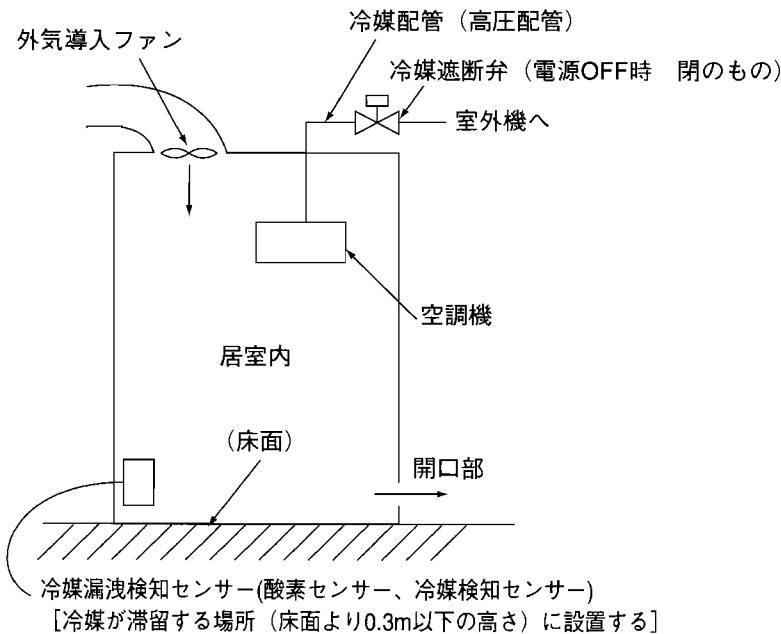
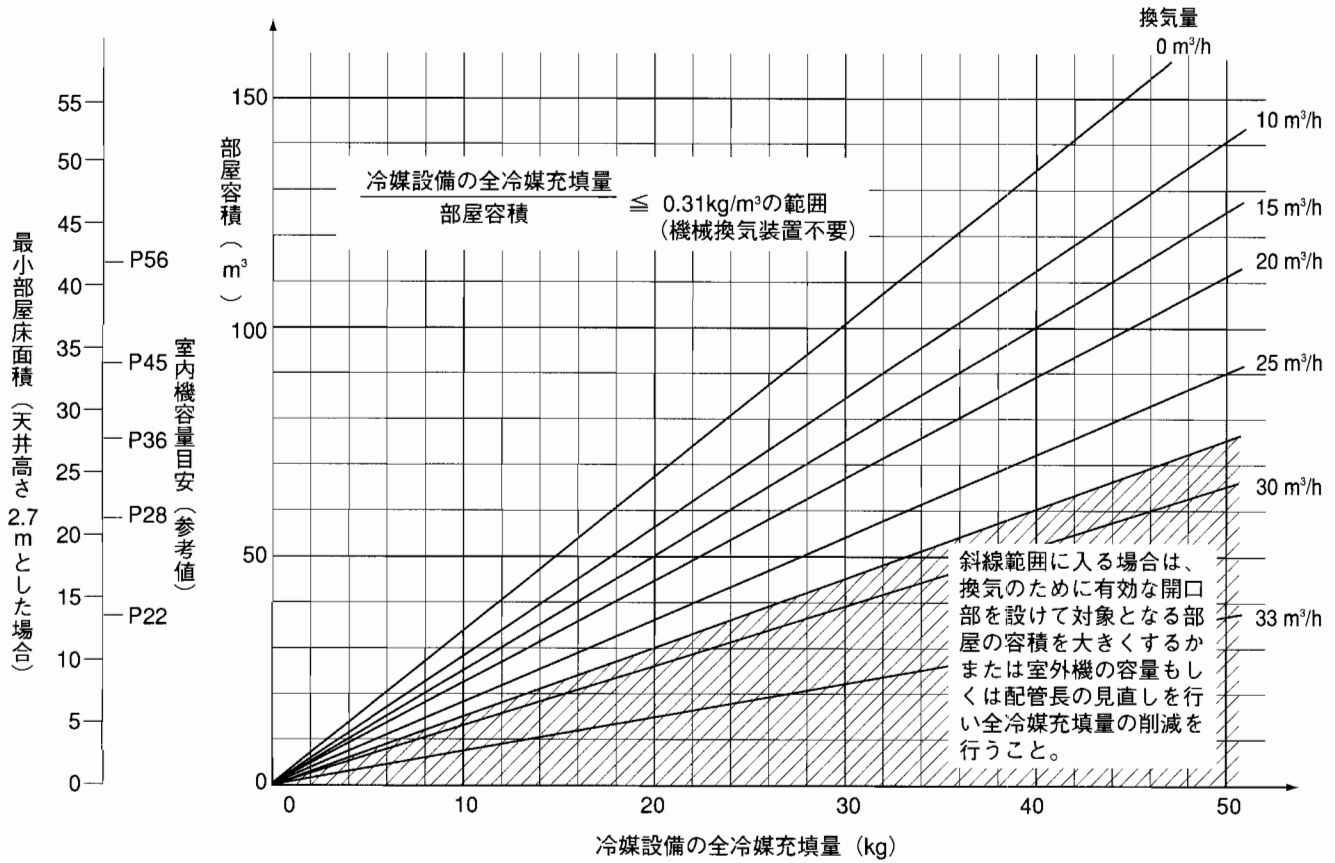

図4 常時換気システムと冷媒遮断弁の併設
図1 換気量によるシステムの選定
換気量は対象冷媒設備の全冷媒充填量と部屋容積によって図1に示す量以上としてください。
- (a)換気システムを設置する場合でも万一の換気システムの故障を考え、図1(23ページ)の斜線で示す範囲は選定しないようにしてください。この範囲に入る場合は原則的に **対応1** **対応2** に示すように換気のために有効な開口部を設けて対象となる部屋の容積を大きくするかまたは、室外機容量もしくは配管長の見直しを行い全冷媒量の削減を行ってください。
- (b)換気システムを設置した場合で図1の斜線で示す範囲に入り、**対応1** **対応2** がとれない場合は、換気システムとは別の独立した安全確保のための手段を設けてください。具体的には冷媒漏洩時のセンサーによって作動する冷媒遮断弁や在室者の危険を知らせる確実な警報システムの併設です。この場合センサーは上記換気システム作動用のセンサーとは別にしてください。図4に冷媒遮断弁併設の場合を示します。
- ・基礎（据付架台）は、少なくとも図1の斜線部分を確保してください。これ以上広い基礎とする場合は、下取り出し時の冷媒配管、電線管が施工できる寸法としてください。
- ・図1に示すサービススペースを確保してください。
【図1】
- ・基礎（据付架台）は、少なくとも図1の斜線部分(ⒶまたはⒷ)を確保してください。これ以上広い基礎をとる場合は、下取り出し時の冷媒配管、電線管が施工できる寸法としてください。